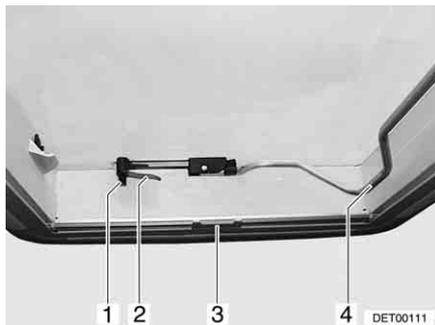
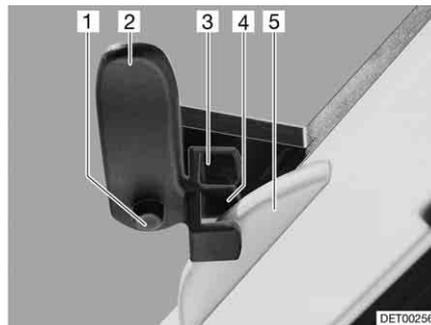

Fig. 61 Claraboya Heki, cerrada
Fig. 62 Claraboya Heki en posición de ventilación 1
- Pulsar el botón de seguridad (Fig. 61,1) y girar la palanca de bloqueo (Fig. 61,2) un cuarto de vuelta hacia dentro.
- Tirar hacia abajo de la horquilla (Fig. 61,4) para desbloquearla.
- Girar la palanca de bloqueo (Fig. 61,2 y Fig. 62,2) un cuarto de vuelta. El saliente del bloqueo del techo (Fig. 62,5) debe encajar en la horquilla de bloqueo superior (Fig. 62,3).
- Presionar el botón de seguridad (Fig. 62,1) y girar hacia atrás la palanca de bloqueo (Fig. 62,2). El saliente del bloqueo del techo (Fig. 62,5) debe encajar en la horquilla de bloqueo inferior (Fig. 62,4).